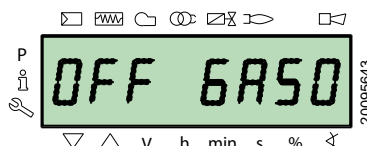

Fig. 37
- motorină „OFF GASO” (Fig. 37)